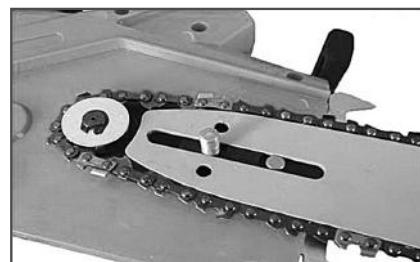

Рис. 3 Установка шины и цепи
3. Установите цепь на шину. Цепь установите таким образом, чтобы после установки зубья цепи своими режущими кромками были расположены вперед по ходу движения цепи, т.е. по часовой стрелке (соответствующее обозначение имеется на крышке шины). Ведущие звенья цепи с зубьями ведущей звездочки и установите шину на шпильку (Рис. 3).